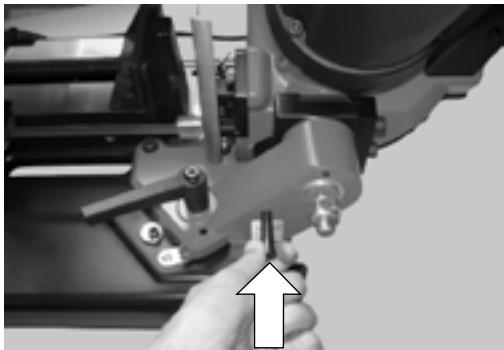
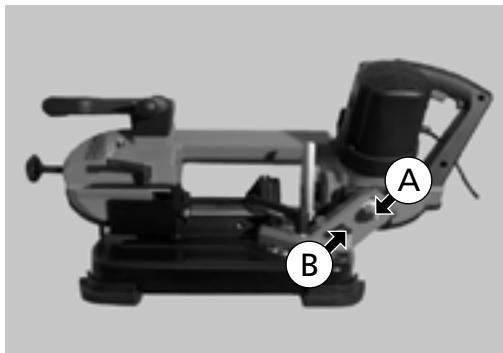

Fig. 30
Fig. 29
Con la sierra de cinta en la posición inicial indicada (Fig. 29), bloquee el eje vertical (A) metiendo el tope (B) hasta el fondo, tal como indica la flecha (Fig. 30).
Elementos de Fig. 29